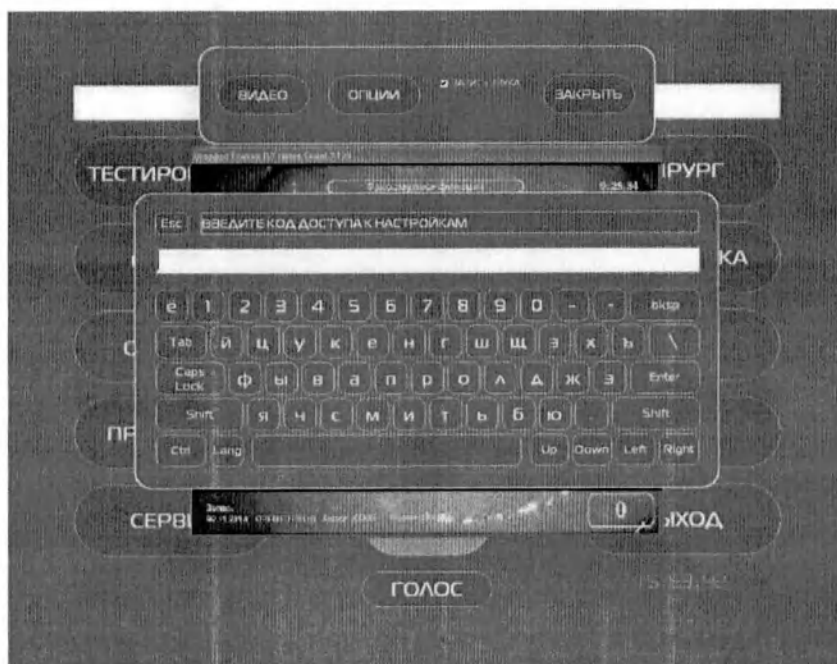

Рис.14.53 – Панель ввода кода доступа.
14.15.6. На панели нажать клавишу "ОПЦИИ". Появится панель ввода кода доступа с экранной клавиатурой (Рис. 14.53).